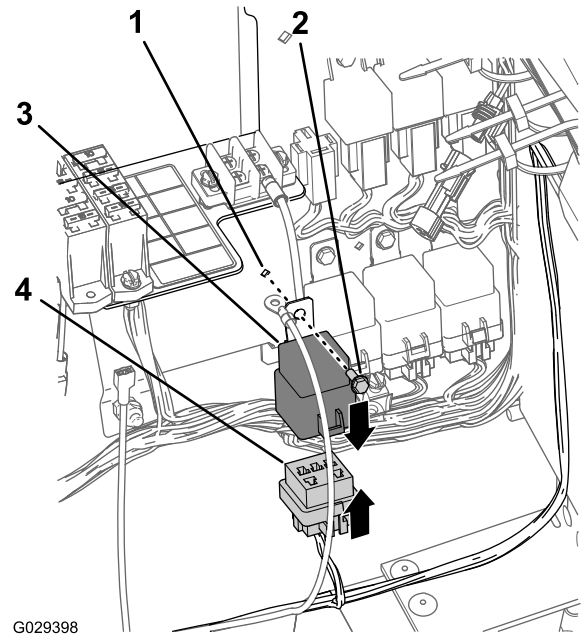

Bild 18
1. Fluchten Sie am Motorraumzweig (197 cm) des Kabelbaums das Relais mit dem 5-Stiftstecker des Kabelbaums für das Finishingkit aus (Bild 18).
2. Stecken Sie die Stifte des Relais in die Buchsen des Steckers (Bild 18).
3. Fluchten Sie das Loch in der Befestigungsnase des Relais mit dem Loch in der Kabelplatte aus (Bild 18).
4. Befestigen Sie das Relais mit der Bundkopfschraube (Nr. 10-24" x 1/2") an der Platte (Bild 18).